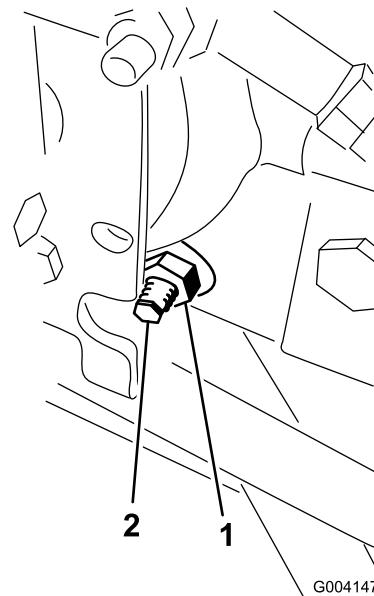

Figura 45
3. Dal lato destro dell'idrostato, allentate il dado di bloccaggio sulla camma di regolazione della trazione (Figura 45).